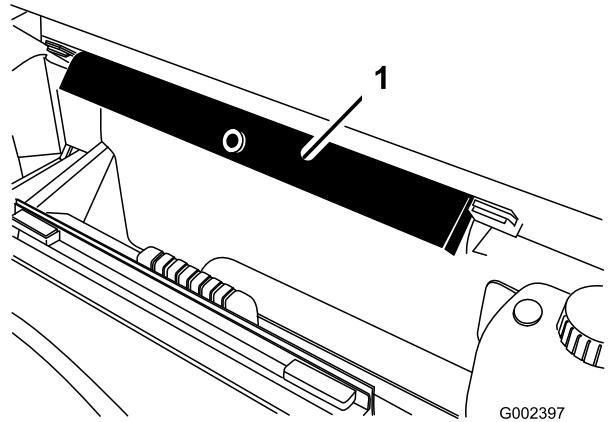

Figura 2
- B. Retire o depósito do pulverizador dos suportes existentes na parte de trás do painel do sistema ROPS (Figura 2).
2. Insira o suporte do depósito do pulverizador nos suportes existentes na parte de trás do painel do sistema ROPS (Figura 2).